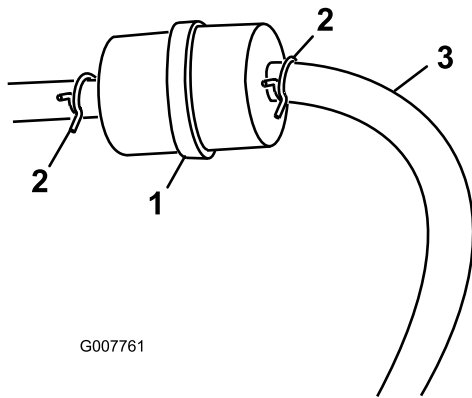

Figura 27
3. Apriete los extremos de las abrazaderas y deslícelas por el tubo alejándolas del filtro (Figura 27).
5. Instale un filtro nuevo y acerque las abrazaderas al filtro (Figura 27).
3. Afloje la abrazadera cerca del filtro de combustible y deslícela por el tubo, alejándola del filtro de combustible (Figura 27).
4. Desconecte el tubo de combustible del filtro de combustible (Figura 27).
**Nota:** Deje fluir el combustible a una lata de combustible o a un recipiente de vaciado (Figura 27).
5. Instale el tubo de combustible en el filtro de combustible. Acerque la abrazadera al filtro de combustible para fijar el tubo de combustible (Figura 27).